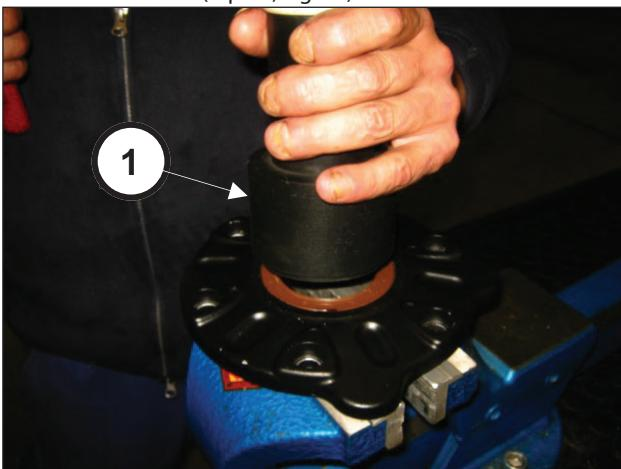

Fig. 90
Placer le joint Spi dans le couvercle de pignon en utilisant l'outil réf. 27634900 (rep. ①, Fig. 90).